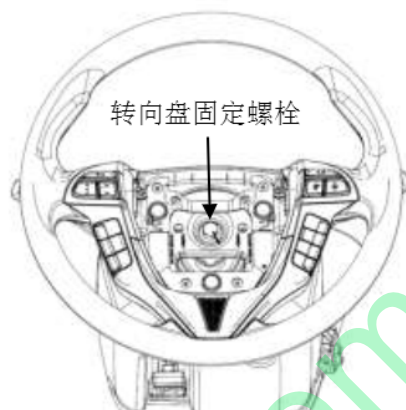

图 11
①拔出其余线束接插件；
②松开固定转向盘的六角法兰面螺栓。如图 11所示。